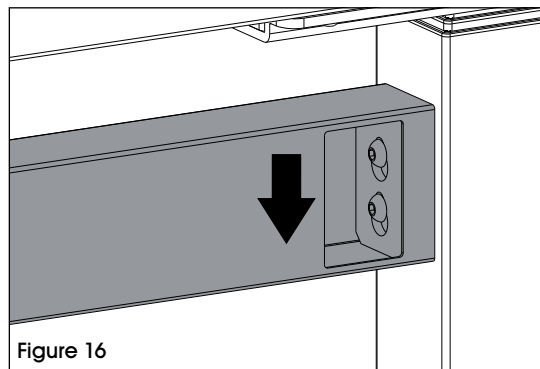

Figure 16
13. Faites passer les fentes en forme de trou de serrure situées à l'extrémité du longeron par-dessus les filetages des boulons à tête creuse M8 x 12 mm (A) précédemment installés. Appuyez et poussez le longeron vers le bas de manière à ce que les boulons se retrouvent dans le plus petit trou des fentes. (Voir Figure 16)